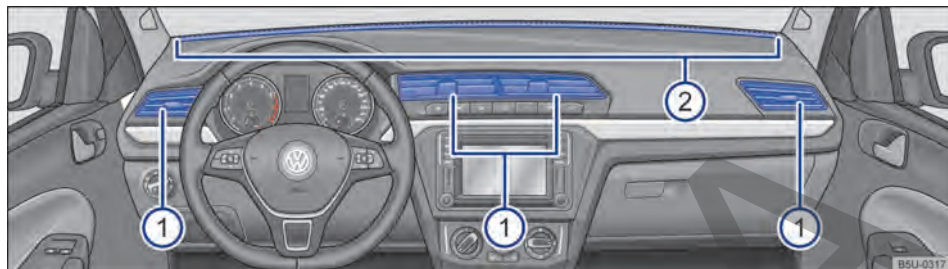

Fig. 73 En el panel de instrumentos: difusores de aire.
Para conseguir un rendimiento calorífico, una refrigeración y una entrada de aire suficientes en el interior del vehículo, los difusores de aire nunca se deberán cerrar completamente → fig. 73 (1).
- Para abrir los difusores de aire (1), presionar en la parte superior del difusor de aire.
Hay otros difusores de aire, no regulables, se encuentran en el medio del panel de instrumentos → fig. 73 (2), en las áreas de los pies y en la parte trasera del interior del vehículo.